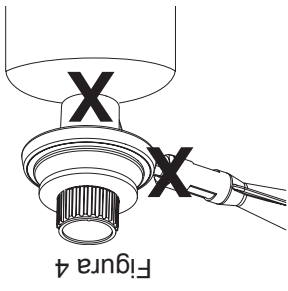

Figura 4
4. Figura 4.
3. Vierta varias gotas de la solución con una cuchara o una botella de exprimir en la conexión del regulador y del tanque de propano (vea Figura 4).